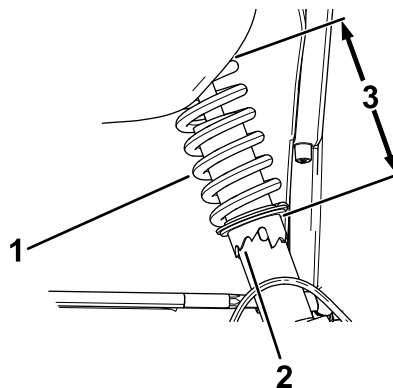

図 40
2. キャンバの調整が必要な場合には、スパナレンチでショックアブソーバのカラーを回してホイールを整列させる 図 40。